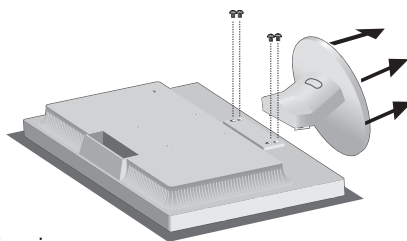

Figura R.2
- Togliere le 4 viti che fissano il monitor al supporto e sollevare il supporto come illustrato (**Figura R.2**). Il monitor ora è pronto per essere montato in modo diverso.